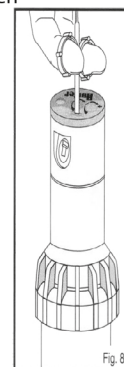

Fig. 8
1. Führen Sie den HUNTER Einstellschlüssel in die Öffnung zum Anheben des Aufsteigers. Drehen Sie den Schlüssel um 90°. Ziehen Sie den Aufsteiger mit dem Schlüssel nach Oben um Zugang zur Düse zu erhalten. -Abbildung 8-